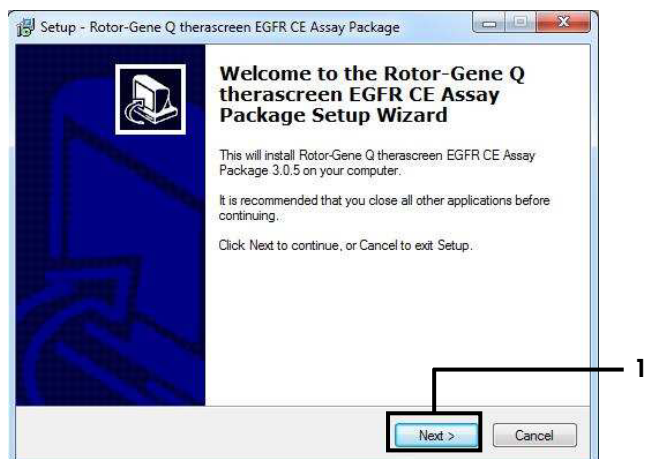

Figura 41. A caixa de diálogo "Setup Wizard" (Assistente de instalação) [1 = "Next" (Avançar)].
4. O assistente de instalação do *therascreen* EGFR CE Assay Package abre. Clique em “Next” (Avançar) para continuar (Figura 41).